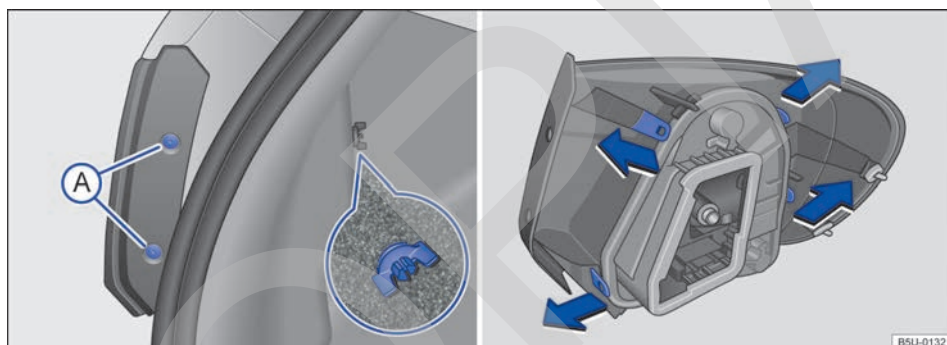

Fig. 183 En la carrocería remover la linterna trasera y el soporte de las lámparas.
3. Remover los tornillos de fijación ⇒ fig. 183 (A).
4. Soltar el tornillo mariposa ⇒ fig. 183 (lupa) y retirarlo, sosteniendo, al mismo tiempo, la linterna trasera.
5. Tirar cuidadosamente de la linterna hacia afuera, para desencajarla de la carrocería ⇒ ①.
8. Para desbloquear el soporte de las lámparas, presionar cada lengüeta de bloqueo en el sentido de las flechas ⇒ fig. 183.